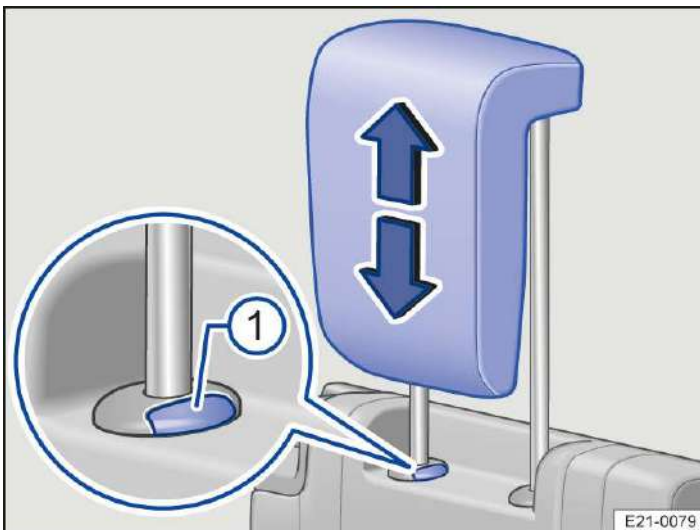

Abb. 2 Dritte Sitzreihe: Kopfstütze ausbauen.
- Kopfstütze bei gedrückter Taste → Abb. 1 (1) bzw. → Abb. 2 (1) ganz herausziehen.